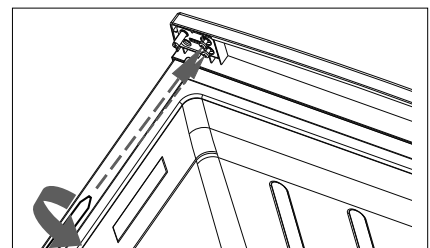

Fig. 8
- ▶ Utilizzando un cacciavite a croce fissare la cerniera superiore con le due viti di sostegno sul lato sinistro (fig. 8).